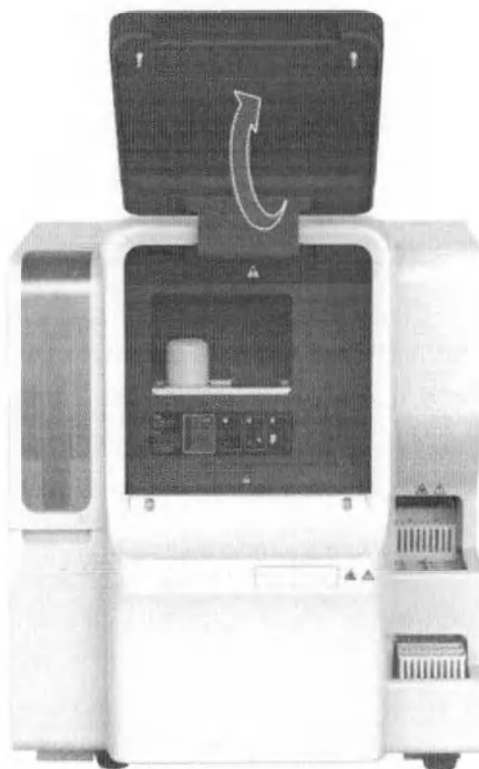

Рис. 10-1 Положение зависания передней крышки при открытии
- В открытом состоянии передняя крышка может зависать в указанном положении. Во избежание травм после подъема крышки убедитесь, что передняя крышка остается в положении зависания (см. Рис. 10-1 Положение зависания передней крышки при открытии).